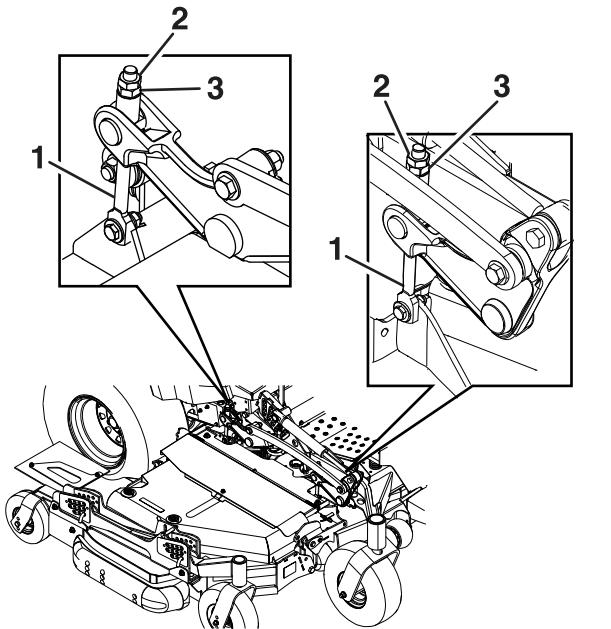

Figura 75
Afloje las contratuerca de la parte superior de cada pletina de ajuste de la carcasa. Gire la tuerca de ajuste del conjunto de elevación de la carcasa delantera para obtener la altura correcta para las puntas delanteras de las cuchillas izquierda y derecha de la carcasa central (Figura 75).
- Si los 4 mecanismos de ajuste de la carcasa (Figura 75) no tienen holgura suficiente para lograr la altura de corte precisa con la inclinación necesaria, puede utilizarse el sistema de ajuste de un solo punto.
- Para ajustar el sistema de un solo punto, primero afloje los pernos de montaje delantero y trasero de la placa de altura de corte (Figura 75)